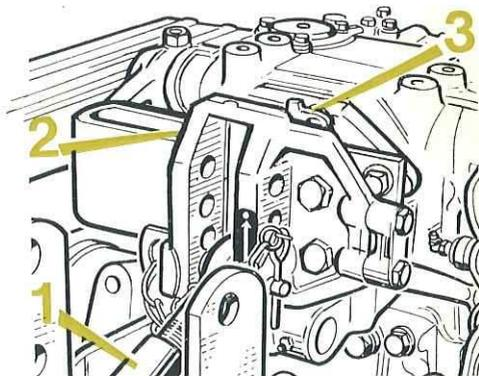

FIG. 43
Le bras de poussée (1) fig. 43 est broché dans le trou inférieur du support mobile (2) et le coin (3) est engagé entre le support mobile et la butée du bloc de relevage. Cette précaution est également à respecter pour le transport sur route qui doit s'effectuer **obligatoirement en position contrôlée.**